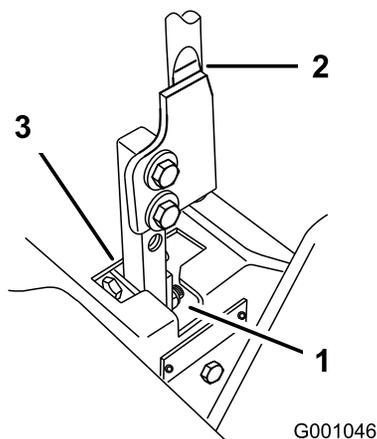

Figure 63
5. Placez le levier au point mort, sans le verrouiller (Figure 63).
6. Tirez le levier en arrière jusqu'à ce que l'axe (situé sur le bras au-dessous de l'axe de pivot) touche l'extrémité de la fente (c.-à-d. commence juste à appuyer sur le ressort) (Figure 63).
7. Vérifiez la position du levier par rapport au cran de la console (Figure 63). Il doit être centré de façon à